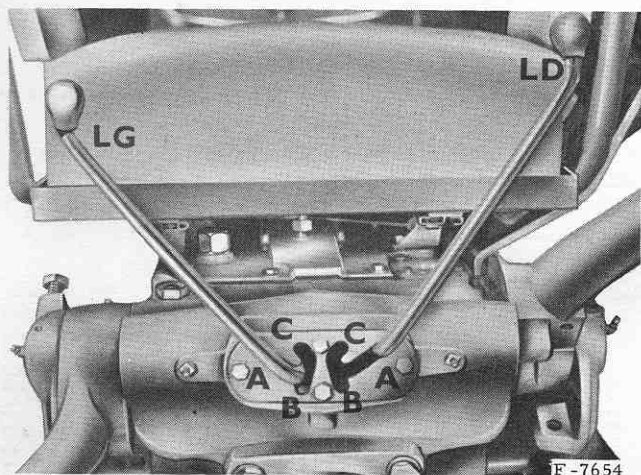

Fig. 19. — Position pour instruments alternatifs
1. - Mettez le levier de verrouillage gauche (LG) fig.19 dans l'encoche "B", ce qui déverrouillera le bras de relevage gauche.
2. - Mettez le levier de verrouillage droit "LD" fig.19 dans l'encoche "A". Le bras de relevage droit est verrouillé.
Amenez la manette LB sur la position "Leve". L'élément terré de la charrue remontera. Le levier de verrouillage correspondant à cet élément reviendra automatiquement dans l'encoche "A" fig.19 et le bras de relevage sera automatiquement verrouillé en position haute.